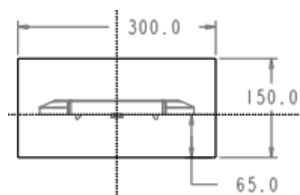

图 27.3 截面草图
Step4. 创建坯料特征。单击 **模具** 功能选项卡 **形状** 区域中的  按钮。系统弹出“拉伸”操控板; 在绘图区中右击, 选择快捷菜单中的 **定义内部草绘...** 命令。系统弹出“草绘”对话框, 然后选择 MOLD_RIGHT 基准平面作为草绘平面。草绘平面的参考平面为 MOLD_FRONT 基准平面, 方位为 **左**, 单击 **草绘** 按钮, 系统进入截面草绘环境。进入截面草绘环境后, 选取 MOLD_FRONT 基准平面和 MAIN_PARTING_PLN 基准平面为草绘参考, 然后绘制图 27.3 所示的截面草图, 完成截面草图的绘制后, 单击工具栏中的“确定”按钮 。选取深度类型并输入深度值: 在操控板中选取深度类型 , 再在深度文本框中输入深度值 240.0, 并按 Enter 键, 在“拉伸”操控板中单击  按钮, 则完成实体拉伸特征的创建。